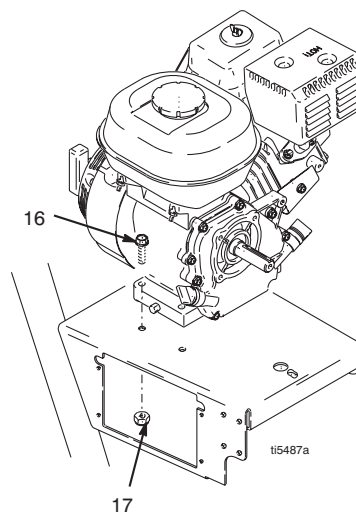

РИС. 13
3. Рис. 13. Отвинтите две контргайки (17) и болты (16) от основания мотора.
2. Рис. 13. Установите два болта (16) в основании мотора и затяните контргайками (17). Затяните до 26 дюйм-фунт (22,6 н./кв.м).